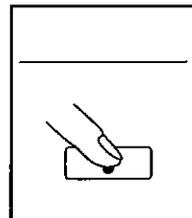

Fig. 23
- Pour mettre la fonction humidification hors tension et utiliser le laveur d'air uniquement pour épurer l'air, continuez à presser la touche de l'humidistat jusqu'à ce que toutes les valeurs numériques aient disparu (fig. 23).